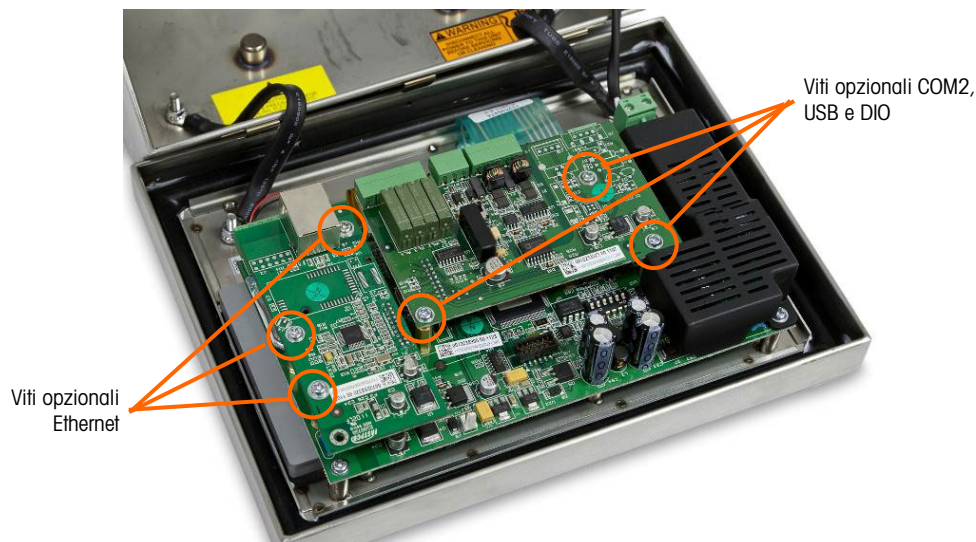

Figura 5-12: Rimozione scheda opzionale
2. Utilizzare un cacciavite Phillips medio per rimuovere le viti fissando le schede opzionali alla propria postazione di montaggio. Ciascuna scheda viene fissata con tre viti. Vedere la Figura 5-12.
1. Posizionare la scheda opzionale sul connettore appropriato sulla scheda madre e i tre fori di montaggio indicati nella Figura 5-12.